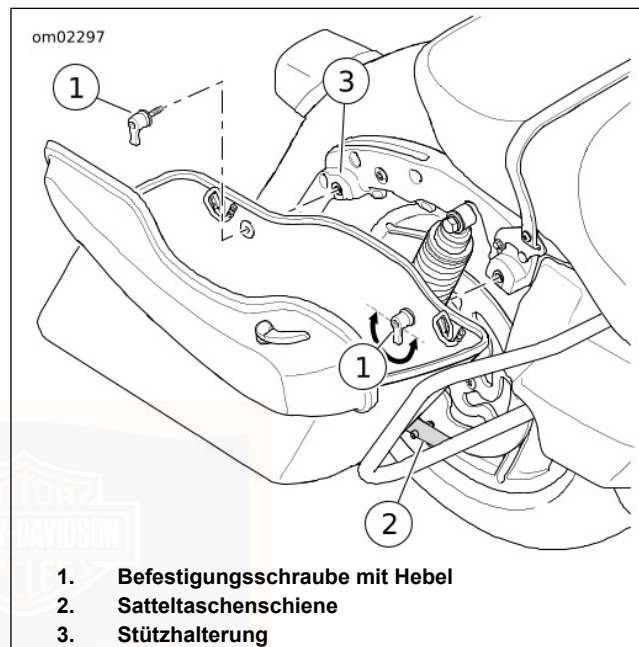

Abbildung 64. Ausbau/Einbau der Satteltasche (typisch)
2. Siehe Abbildung 64. Die Hebel der Befestigungsschrauben gegen den Uhrzeigersinn drehen, um die Befestigungsschrauben von der Stützhalterung zu entfernen.
1. Siehe Abbildung 64. Die Satteltasche behutsam in die Einbaustellung auf der Satteltaschenschiene bringen. Die Befestigungstüllen an der Stützhalterung ausrichten.